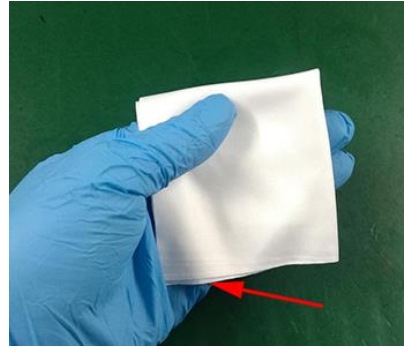

图 7.3
(3)在镜片上水平地慢慢拖动无尘布，确保无拖痕，拖动之后透镜变得清洁。该步骤可以重复多次，直到清洁完成为止。每次操作使用新的无尘布，如图 7.3。